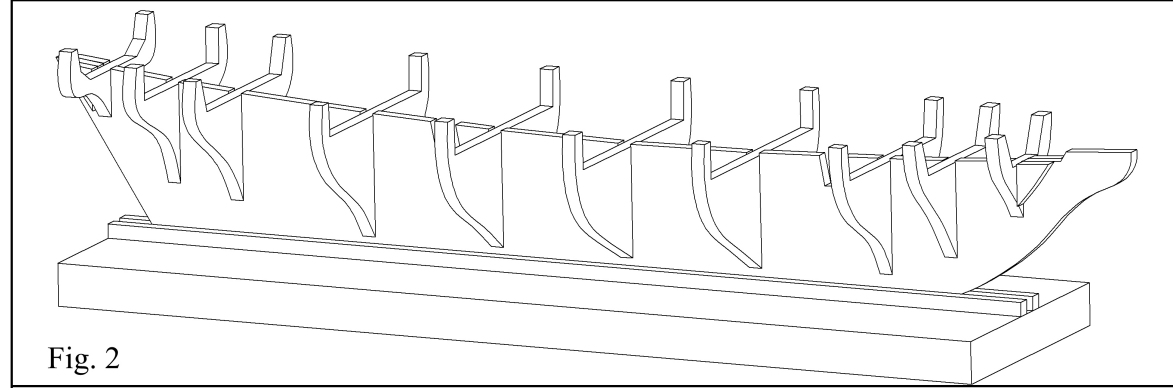
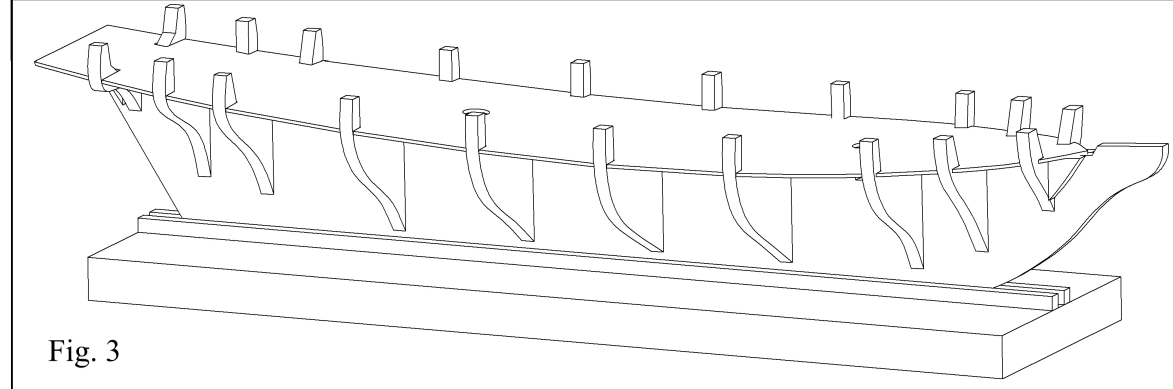

Fig. 2
Fig. 3
2) Montare SENZA INCOLLARE le ordinate 1...10 nei rispettivi incastri sulla chiglia 14 (fig. 2). Durante il montaggio a secco, assicurarsi che nessuna delle parti vada a forzare negli incastri: è pre-feribile che ci sia un leggero gioco. Porre, quindi, negli incastri la coperta #16. Contrallare l'allineamento della struttura osservandola di fianco. La coperta deve formare una linea curva senza ondulazioni mentre, vista di fronte, presenta una leggera curvatura convessa senza svergolature. Quando si è sicuri che, osservando la struttura da diverse angolazioni, tutte le linee hanno un andamento corretto, smontare completamente e ricominciare il montaggio incollando tutte le parti dall'1 al 10, seguendo l'ordine numerico. Incollare quindi la coperta #16 (fig. 3). Davanti alla ordinata #1 incollare sulla chiglia il riempimento di prua #11.
2) Monter, sans coller, les couplets 1 ...10 dans les emboîtements respectifs sur la quille 15 (fig.2). Pendant le montage à sec, s'assurer qu'aucune des parties ne force dans les emboîtements respectifs: il est préférable qu'il y ait un certain jeu. Contrôler l'alignement de la structure: l'observant de côté, le pont doit former une ligne courbe sans ondulations tandis que, vu de front, il présente une légère courbure convexe, sans défauts.Quand on est sûrs que, observant la structure de différents côtés, toutes les lignes ont une allure correcte, démonter complètement et recommencer le montage collant toutes les parties du n.1 au n.10 suivant l'ordre numérique. Donc coller le pont #16 (fig.3). Devant la couple #1 coller sur la quille le remplissage d'avant #11.
2) Die Spanten 1..10. ohne Klebstoff, in die entsprechenden Einschnitte am Kiel 14 (Bild 2) einfügen. Bei dieser Trockenmontage darauf achten, daß die Teile nicht mit Druck in die Einschnitte gepaßt werden, sondern ein leichter Spielraum vorhanden bleibt. In der Folge das Deck #16 in die Einschnitte einfügen. Die Linienführung von der Seite aus kontrollieren. Das Deck muß eine gebogene Linie ohne Wellen bilden, während sich von vorne gesehen eine leicht konvexe, nicht verzogene Wölbung ergibt. Die Konstruktion aus verschiedenen Blickwinkeln betrachten und wenn die Linienführung stimmt, alles noch einmal auseinandernehmen und mit dem eigentlichen Zusammenbau beginnen. Die Teile 1 bis 10 in numerischer Reihenfolge kleben. Anschließend das Deck #16 (Bild 3) kleben. Die Bugfüllung #11 vor den Spant #1 auf den Kiel kleben.